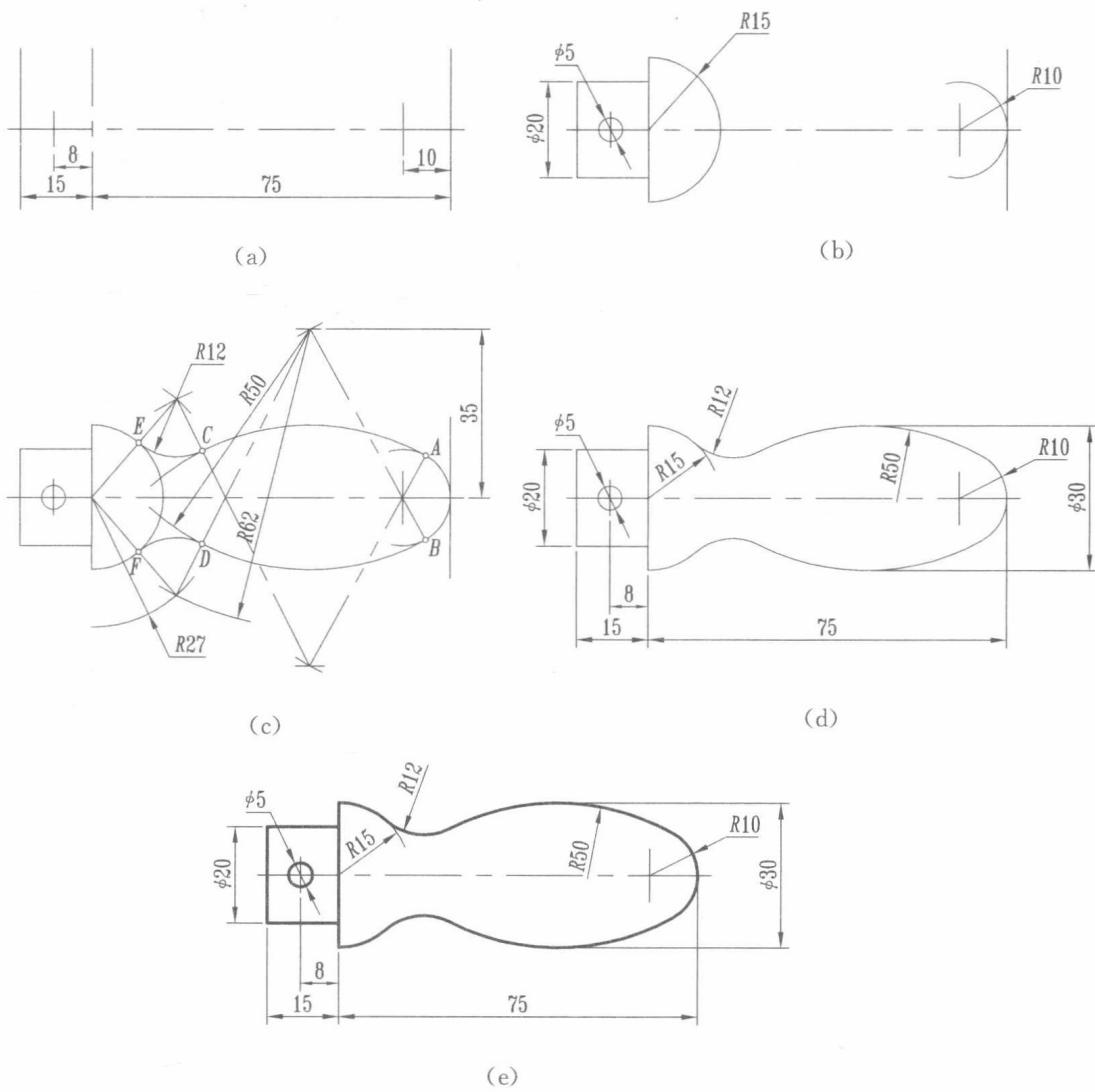

图 1-4 手柄平面图形的作图过程
(1) 画水平和垂直基准线, 如图 1-4(a) 所示。
(2) 画已知线段(弧), 如图 1-4(b) 中 $\phi 5$ 、 $R10$ 、 $R15$ 为已知弧。根据定位尺寸 8、75 分别确定它们的圆心, 画出已知弧; 根据 $\phi 20$ 画出左边矩形线框。
(3) 画中间及连接线段(弧), 如图 1-4(c) 中 $R50$ 为中间弧, $R12$ 为连接弧。根据相切条件和 $\phi 30$ 这个尺寸可求出 $R50$ 这段弧的圆心, 画出弧 $R50$; 根据 $R12$ 与 $R50$ 和 $R15$ 相切的条件, 可求出 $R12$ 的圆心, 画出连接弧 $R12$ 。切点分别为 A、B、C、D、E、F。
(4) 检查整理, 擦去多余的图线并标注尺寸, 如图 1-4(d) 所示。
(5) 加粗图形轮廓线, 完成全图, 如图 1-4(e) 所示。